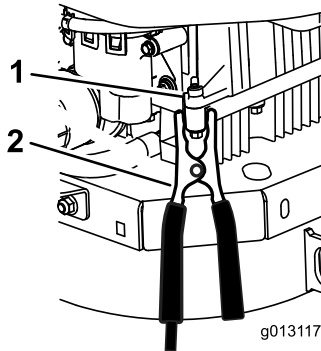

Figura 59
6. Haga la conexión final al bloque motor del vehículo que no arranca (no al borne negativo de la batería) en un punto alejado de la batería, y apártese (Figura 59).